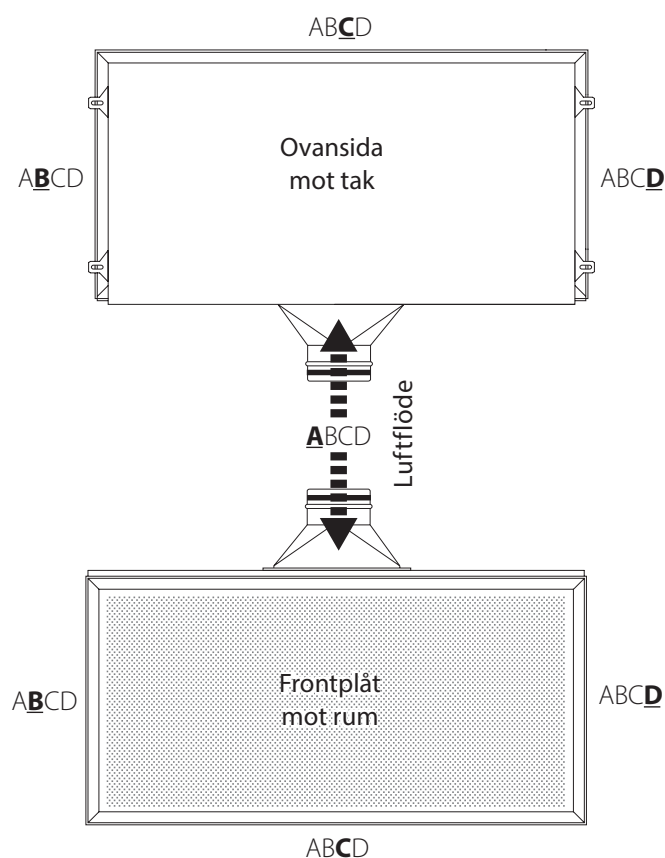

Bild 3. Princip för inställningskod av dyslister, PremiAir.
- Ett inställt luftflöde indikeras med 4-siffrig kod motsvarande produktens fyra sidor, se bild 3.
- Första siffran i koden (position A) utgår alltid ifrån produktens kanalanslutningssida betraktat i **luftflödets riktning**. Sifferordningen listas alltid **medurs** (bild 3):
- Inställning av dyslister för önskat luftflöde och drivtryck kan tas fram med hjälp av tryck- och flödesdiagram **D1-D5**, enligt 4-siffrig modell för dyskoder (se bild 3). Som alternativ hjälp finns även tabell **T4**.